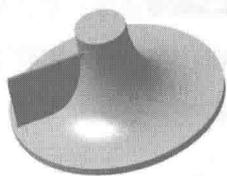
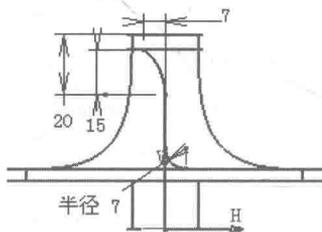

图 1.4 凸台 1
图 1.5 截面草图
(5) 单击  按钮，完成旋转体 1 的创建。
Step3. 添加图 1.4 所示的零件特征——凸台 1。
(1) 选择命令。选择下拉菜单    命令（或单击  按钮），系统弹出“定义凸台”对话框。
(2) 创建截面草图。
① 定义草图平面。在“定义凸台”对话框中单击  按钮，选取“xy 平面”为草图平面。
② 绘制截面草图。在草绘工作台中绘制图 1.5 所示的截面草图。
③ 单击“工作台”工具栏中的  按钮，退出草绘工作台。
(3) 定义拉伸深度属性。在 **第一限制** 区域的 **类型**：下拉列表中选择 **尺寸** 选项，在 **第一限制** 区域的 **长度**：文本框中输入值 50；选中  **厚** 复选框，在薄凸台区域的 **厚度 1** 文本框中输入值 0；在 **厚度 2**：文本框中输入值 1。
(4) 完成特征的创建。单击  按钮，完成凸台 1 的添加。